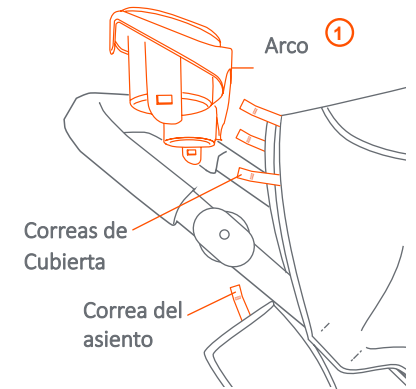

Fig. 5a
(1) Cara a la bandeja con el lado prominente del arco hacia el dosel. Localice las tres correas de la cubierta y la correa del asiento (Fig. 5a).